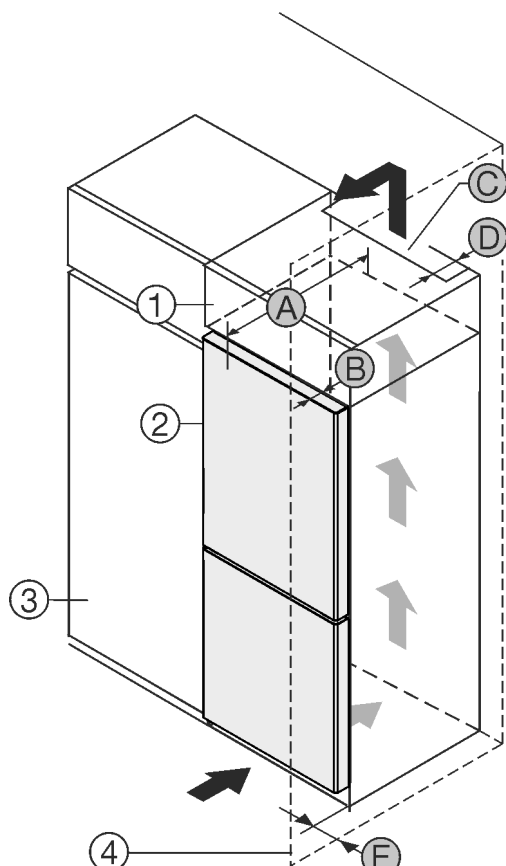

Fig. 1
- (1) Nástavná skříňka
- (2) Příklad
- (3) Kuchyňská skříň
- (4) Stěna
- (A) Hloubka přístroje
- (B) Hloubka dvířek
- (C) Ventilační průřez
- (D) Vzdálenost zadní strany přístroje
- (E) Vzdálenost k zadní straně přístroje
Přístroj nainstalujte přímo vedle kuchyňské skříňky Fig. 1 (3).
Na zadní straně nástavné skříňky musí být větrací šachta hluboká Fig. 1 (D) přes celou šířku nástavné skříňky.
Pod stropem místnosti musí být dodržen ventilační průřez Fig. 1 (C).
Když se přístroj instaluje závěsy vedle stěny Fig. 1 (4), musí být vzdálenost mezi přístrojem a stěnou minimálně 13mm.
Když se přístroj instaluje závěsy vedle stěny Fig. 1 (4), musí být vzdálenost mezi přístrojem a stěnou minimálně 20mm.
Aby bylo možné dvířka plně otevřít, musí přístroj přesahovat o hloubku dvířek Fig. 1 (B) vůči přední linii kuchyňské skříňky. V závislosti na hloubce kuchyňských skříněk Fig. 1 (3) a použití vymezačů odstupů od stěny může přístroj vyčnívat dále.\*